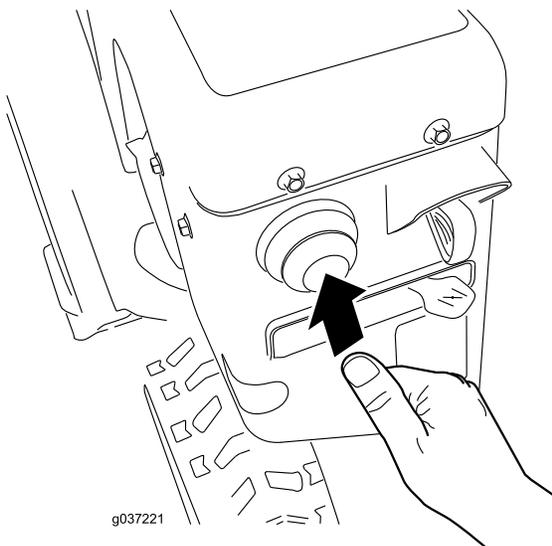

Bild 26
4. Drücken Sie mit dem Daumen kräftig auf die Kaltstarthilfe, siehe Tabelle unten, halten Sie die Kaltstarthilfe jeweils für eine Sekunde gedrückt (**Bild 26**).